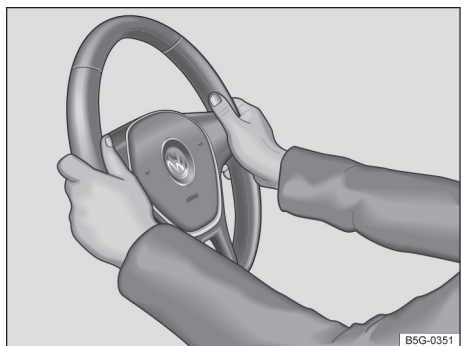

Fig. 72 No volante: posição 9 e 3 horas.
- Ajustar a posição do volante de forma que possa segurá-lo lateralmente pela borda externa na *posição de 9h e 3h* → **Fig. 72** com ambas as mãos e os braços ligeiramente dobrados.
- Pressionar a alavanca ① sempre com firmeza para cima após o ajuste, para que o volante não mude sua posição durante a condução.
- Durante a condução, sempre segurar o volante com ambas as mãos lateralmente na borda externa na *posição de 9h e 3h* → **Fig. 72**, para reduzir ferimentos causados por um acionamento do airbag frontal do condutor.